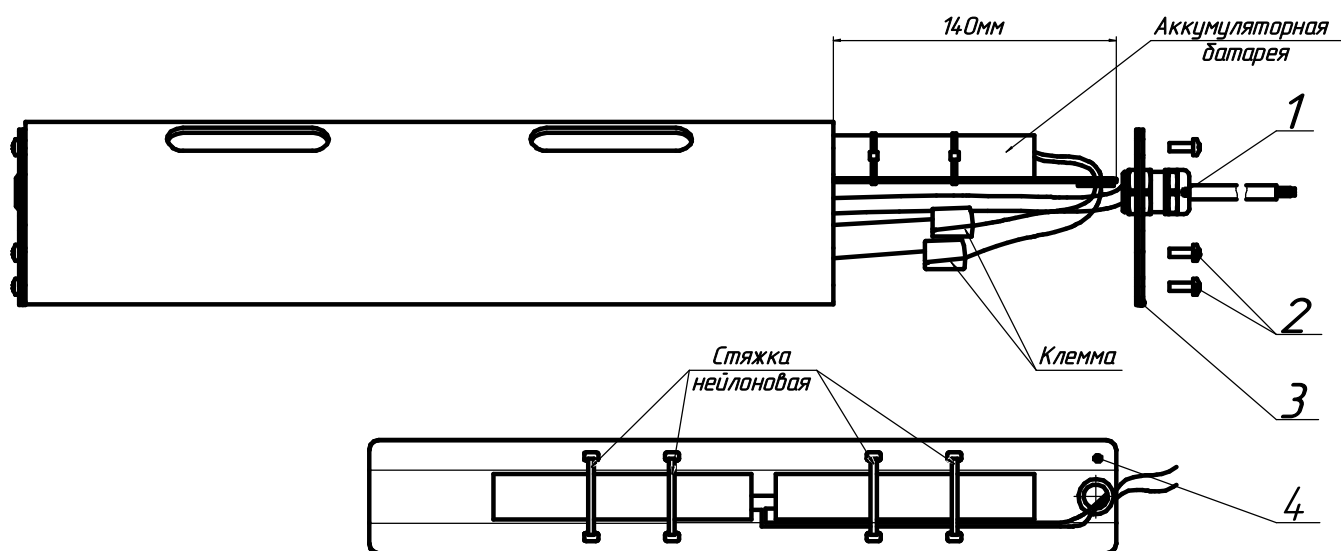

Рисунок 3 - Схема замены аккумуляторной батареи
2) Открутить фиксирующую гайку кабельного ввода (поз. 1 рисунок 3 приложение А).